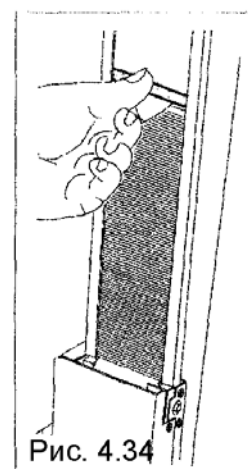

Рис. 4.34
- Проверьте, чтобы ложки не цеплялись, не гнулись и располагались горизонтально (рис. 4.34).